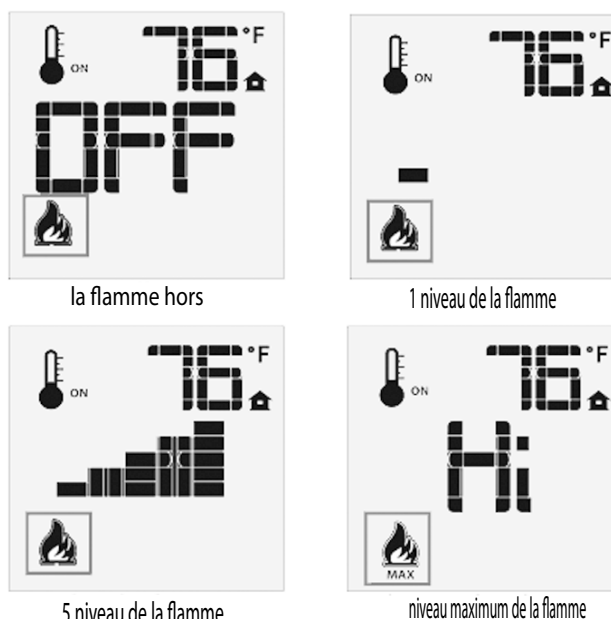

Figure 13: Niveaux de flamme télécommande.
Le Proflame GTMF a six (6) niveaux de flamme. Avec le système, et le niveau de la flamme au maximum dans l'appareil, en appuyant sur la touche flèche bas une fois permettra de réduire la hauteur de la flamme d'un pas jusqu'à ce que la flamme est éteinte. La flèche vers le haut va augmenter la hauteur de la flamme à chaque fois qu'il est pressé. Si la touche Haut est pressée alors que le système est allumé, mais la flamme est éteinte, la flamme s'allume dans la position haute (voir la figure 13). Un seul "bip" confirmera la réception de la commande.